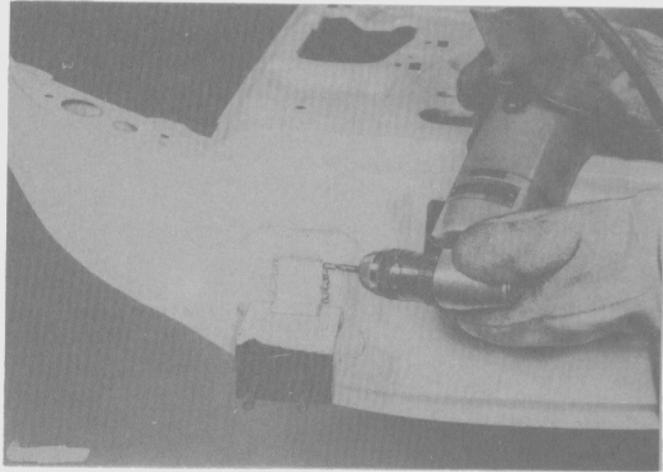

Fig. 177
- Con un elemento adecuado, quitar las soldaduras en la unión del panel de la puerta y la bisagra. (Fig. 177).